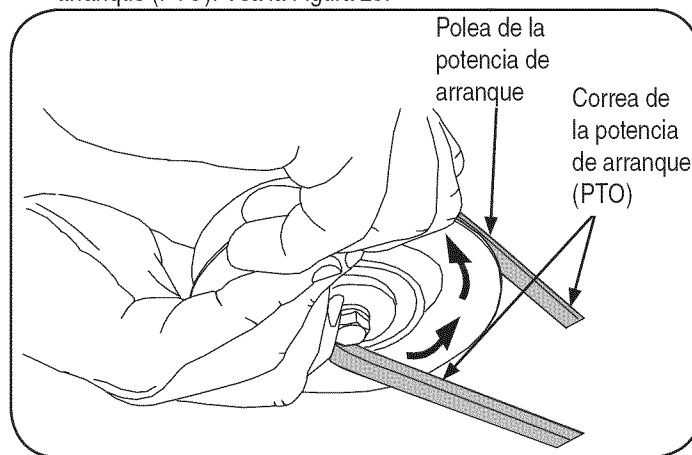

Figura 25
- Sosteniendo la correa y la polea juntas, rote la polea hacia la izquierda. Siga sosteniendo y rotando la polea y la correa hasta que la correa se enrolle totalmente en la polea de la potencia de arranque (PTO). Vea la Figura 25.